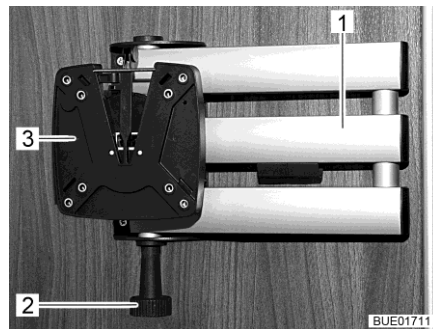

Fig. 85 Supporto con braccio snodato
- Tirare il bottone di sbloccaggio (Fig. 85,2). Il braccio snodato (Fig. 85,1) è sbloccato.
- Ruotare lo schermo piatto all'indietro nella sua posizione iniziale, finché il supporto (Fig. 85,3) si innesta nel bloccaggio producendo un suono.